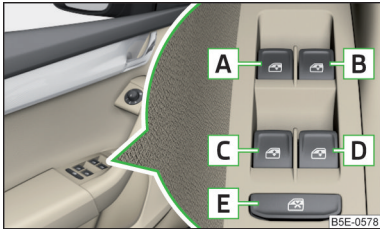

Abb. 39
**Tasten der Fensterheber** » Abb. 39
- Nach dem Öffnen der Fahrer- oder Beifahrertür ist die Bedienung der Fenster nur über die Taste **A** » Abb. 39 möglich, indem diese für 2 s gedrückt bzw. gezogen wird.
- › **oder:** Die Zündung ausschalten, die Fahrertür öffnen und die Taste **[A]** bis zum Anschlag in der Öffnungsstellung halten » *Abb. 39 auf Seite 60*.
- › **oder:** Die Zündung ausschalten, die Fahrertür öffnen und die Taste **[A]** bis zum Anschlag in der Schließstellung halten » *Abb. 39 auf Seite 60*.